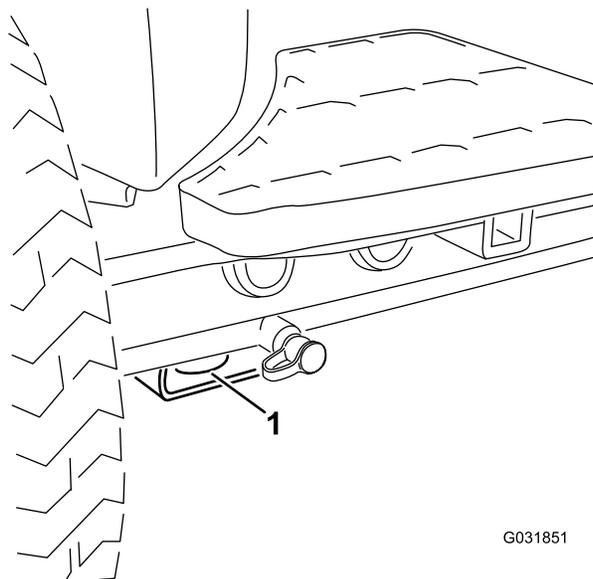

Рисунок 55
- В передней части – используйте отверстие в прямоугольной подкладке под трубой моста внутри каждого переднего колеса (Рисунок 55)